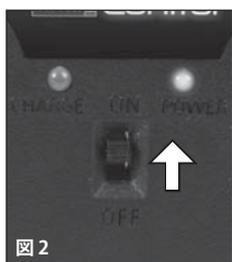

図 2
- コントローラのスイッチを入れます。パワーLEDが赤に光ります(図2)。